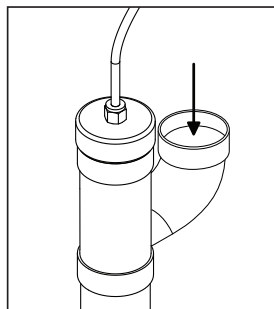

FIGURA 5
- Conectar la red de tubería del edificio al brazo curvado del codo Y del conjunto de entrada de aire (figura 5). Observe que el codo Y suministrado no está instalado en el conjunto de entrada de aire, para que el instalador o usted pueda orientarlo según necesidad. Fijar el último racor de red de tubería al codo y el codo en Y con cola para PVC.